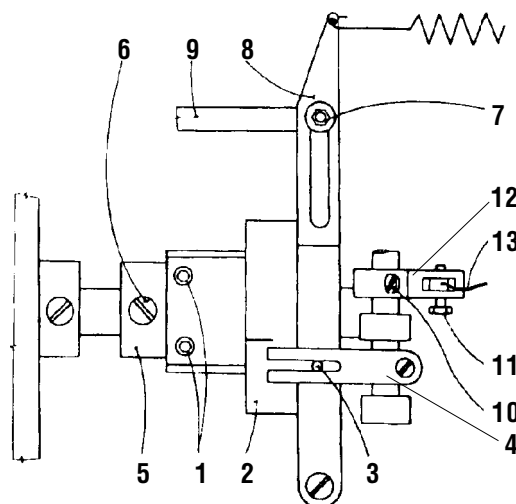

Abb. 22
22. Zeiteinstellung des Steuernockens des Fadenabschneiders (Abb. 22)
23. Einstellung des Hubes des beweglichen Schneidmessers (Abb. 22)
24. Einstellung der Lockerung des Oberfadenspanners (Abb. 22)